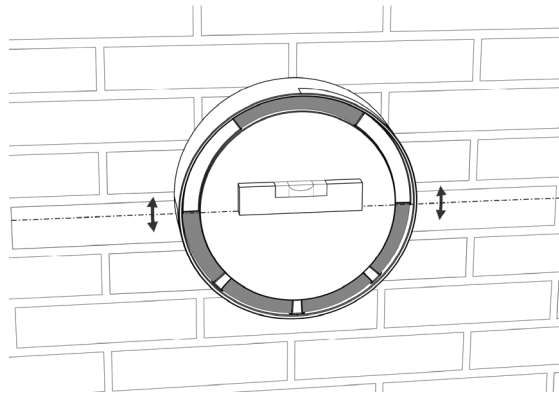

Abbildung 16 - Außenkappe waagrecht ausgerichtet
2. Die Außenkappe eindrehen, sodass sie waagrecht ausgerichtet ist, siehe Abbildung 16.